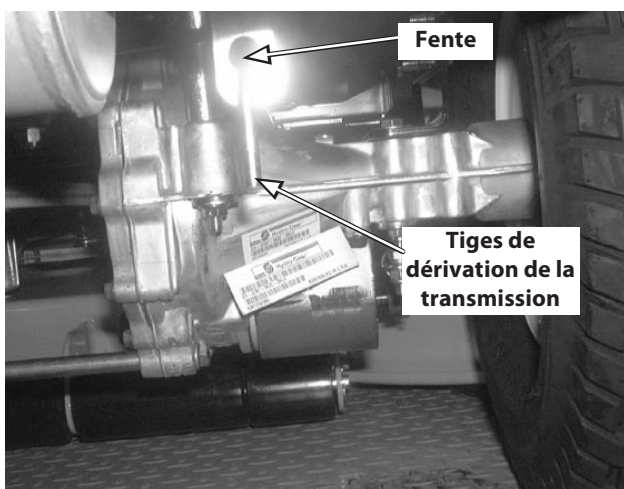

Figure 6-4
1. Localisez les tiges de dérivation de la transmission qui se trouvent juste en avant des deux roues arrière. Voir la Figure 6-4.